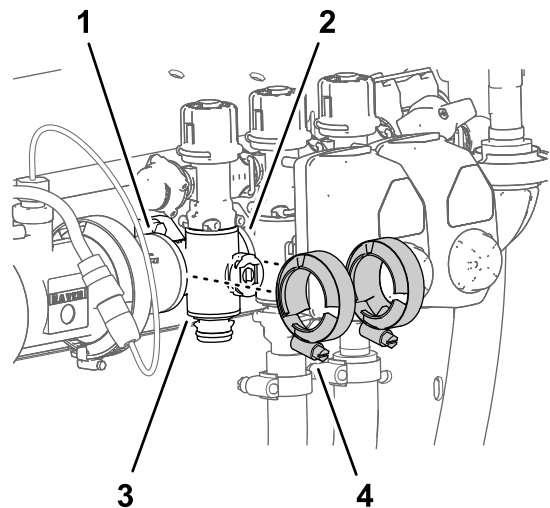

Bild 111
3. Entfernen Sie die zwei Flanschklappen, mit denen das Abschnittverteilterventil an den Flanschen der danebenliegenden Komponenten befestigt ist (Bild 111).